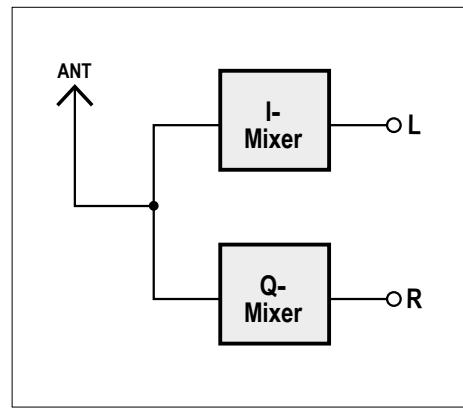
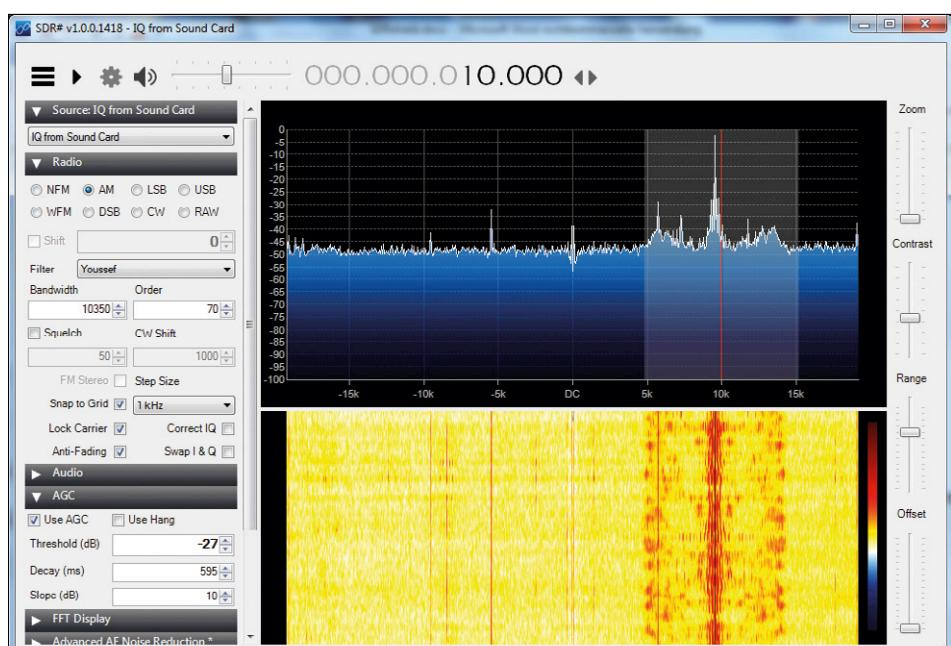

Figure 2. L'idée du circuit : l'interface se résume à un double mélangeur direct sur des signaux déphasés de 90°.
Figure 3. Le programme SDR# en réception d'un signal AM.
**figure 2.** On les envoie directement aux canaux gauche et droit de l'entrée de la carte son. La suite appartient au logiciel. Un mélangeur simple mélangerait la bande en bas et celle en haut de la fréquence de l'oscillateur dans la même gamme. Il s'ensuivrait la production de fréquence image. Avec le mélange double et le déphasage, le logiciel est en mesure de déduire la fréquence image. On reçoit ainsi un domaine entre -24 kHz et +24 kHz si la carte son dispose d'un taux d'échantillonnage de 48 kHz. La **figure 3** montre comment s'y prend un programme comme SDR# (cf. aussi l'en-cadré Le logiciel pour SDR).